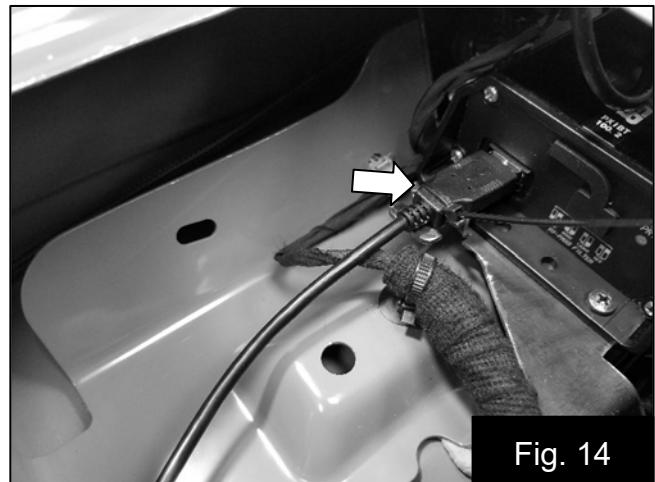

Fig. 14
25. Connectez le câble USB à l'amplificateur, puis fixez-le à la languette métallique avec l'attache-fil fournie. Fig. 14